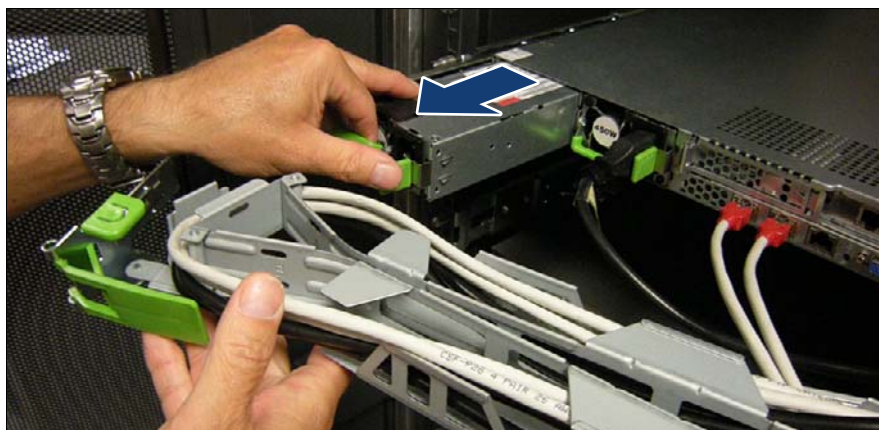

図 34: 電源ユニットの取り外し
- ▶ 電源ユニットを取り外し（図 34 を参照）、新しい電源ユニットを慎重に取り付けます。